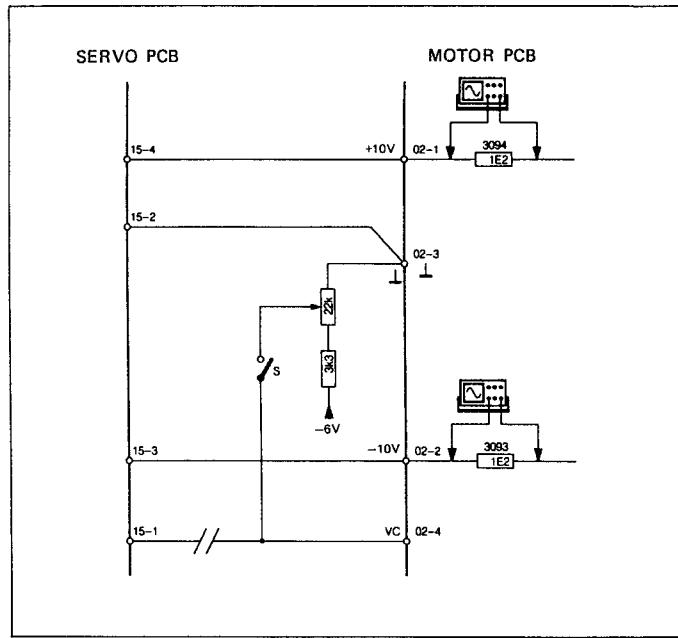
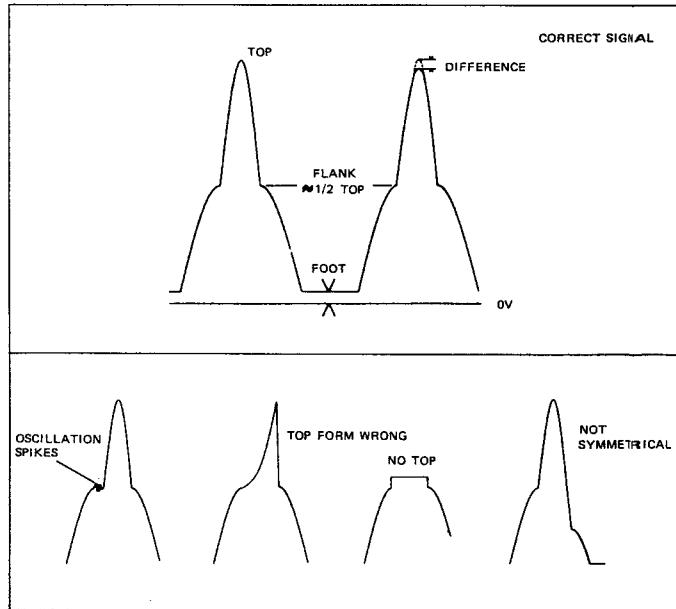

Fig. 4.18
Fig. 4.19
→ Fig. 4.18 / Fig. 4.19
- Für ein einwandfreies Funktionieren müssen die Werte denjenigen von Fig. 4.19 oben entsprechen.
- Beispiele fehlerhafter Signalformen siehe Fig. 4.19 unten.